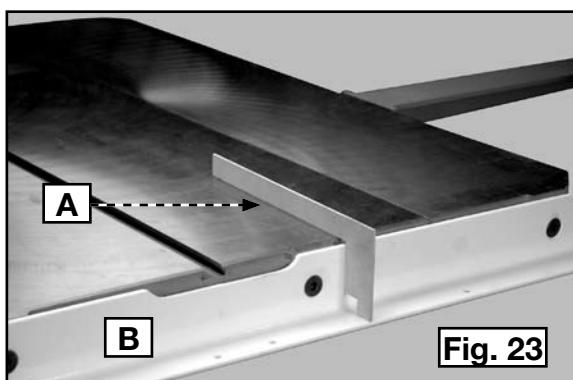

Fig. 23
- Utilice la plantilla (A) Fig. 23 suministrada con el sistema de guía para verificar y ajustar el nivel de riel frontal (B) a ambos extremos de la mesa de la sierra. Ajuste bien el equipo del riel de guía.